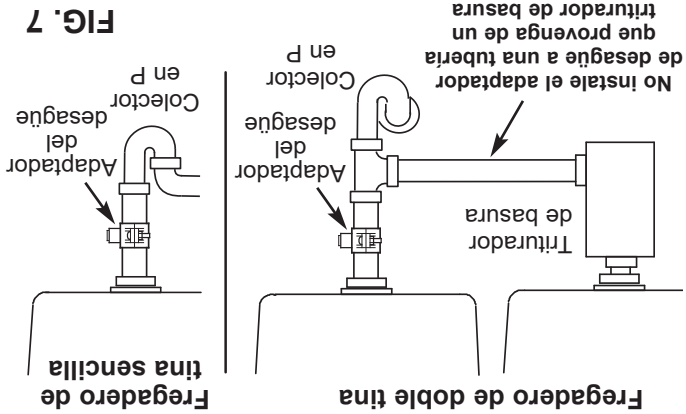
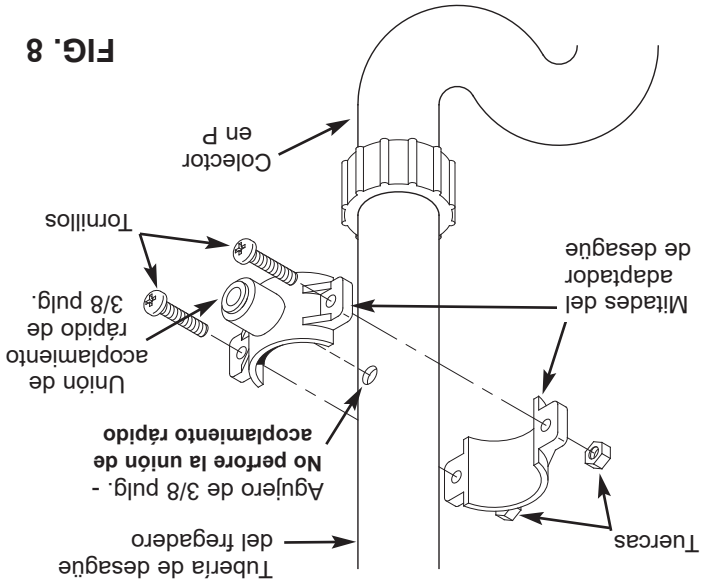
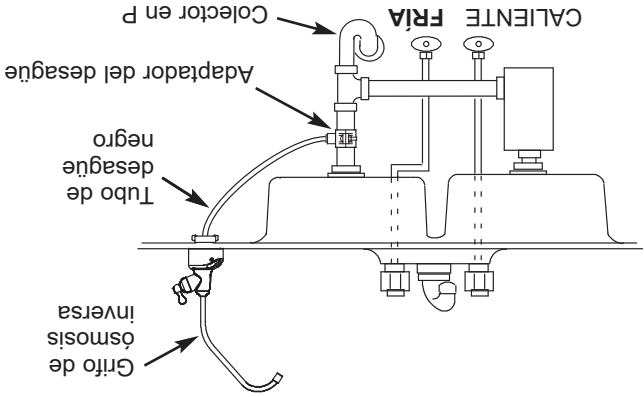

FIG. 7
FIG. 8
FIG. 9
El adaptador de desague que se incluye con su sistema de ósmosis inversa se ha diseñado para encajar alrededor de una tubería de desague estándar de 1-1/2 pulg. de D.E. En el siguiente procedimiento, instalará el adaptador de desague encima (o antes) del colector en P. Vea la Fig. 7 y la Fig. 9.
1. Pruebe el ajuste de las dos mitades del adaptador de desague sobre la tubería de desague del fregadero, aproximadamente 6 pulg. (15 cm) arriba del colector en P (vea la Fig. 8). Compruebe que la unión de acoplamiento rápido quede orientada hacia el grifo de ósmosis inversa (vea la Fig. 9).
2. Utilice el orificio de la unión de desague como guía y marque la tubería donde se perforará un agujero de 3/8 pulg. (Vea la Fig. 8), y retire el adaptador de desague de la tubería.